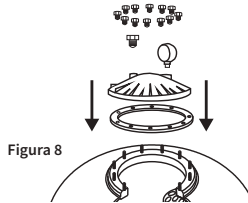

Figura 8
- f. Para los filtros con válvula lateral limpie bien el cuello del tanque, coloque la tapa y el empaque sellado. Una vez realizado esto colocar cada una de las tuercas de fijación ajustando lo suficiente para evitar fugas (Ver figura 8).